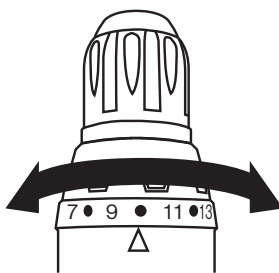

Abb. 8
1. Drehen Sie die Drehmomentvorwahl (3). Die unterschiedlichen Stufen rasten spürbar ein (Abb. 8).